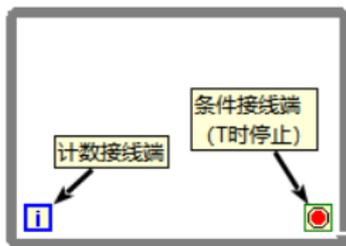

图 12 While 循环结构
**While 循环:** 不断执行循环体（即循环结构框内的代码），直到一个 T（真）输入给右下角的**条件接线端**（红色圆点）后退出循环。循环条件判定发生在循环体执行完毕之后。右键单击条件接线端，可以切换为另一种模式（T 时继续）。While 循环至少会执行一次。普通 While 循环结构框图如图 12 所示。对应的 C 语言程序如图 13 所示。“T 时继续”模式的 While 循环结构框图如图 14 所示。对应的 C 语言程序如图 15 所示。